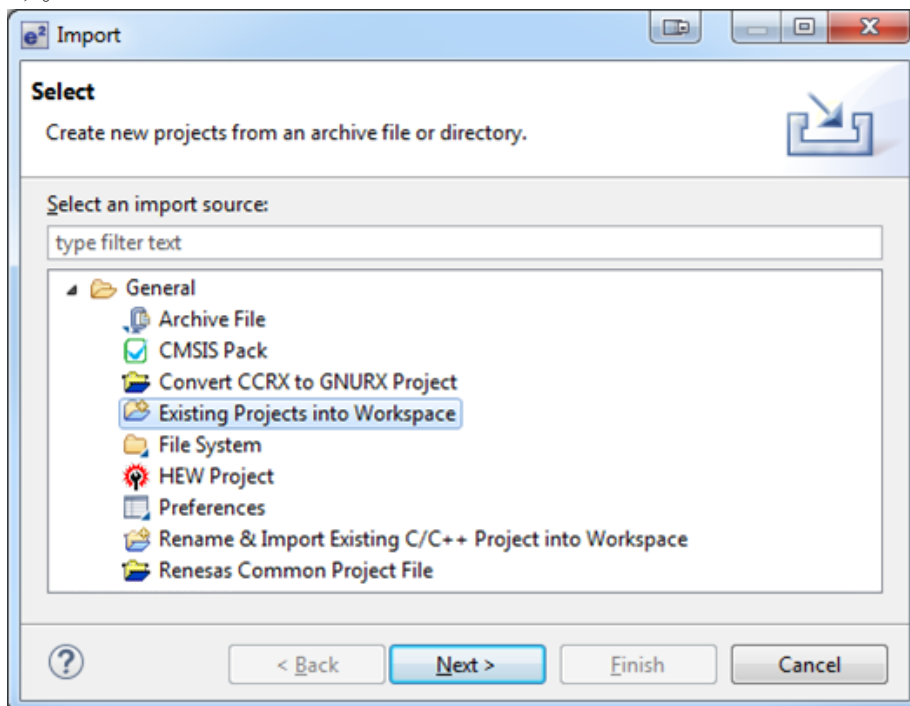

図 2.6 [Project Import] (プロジェクトのインポート) ダイアログで [Existing Projects into Workspace] (既存のプロジェクトをワークスペースに) オプションを選択している状態
5. 図 2.6 に示す [Import] (インポート) ダイアログボックスで、**[General]** (一般) オプション、次に **[Existing Projects into Workspace]** (既存プロジェクトをワークスペースへ) を選択し、現在のワークスペースにインポートするプロジェクトを選択します。